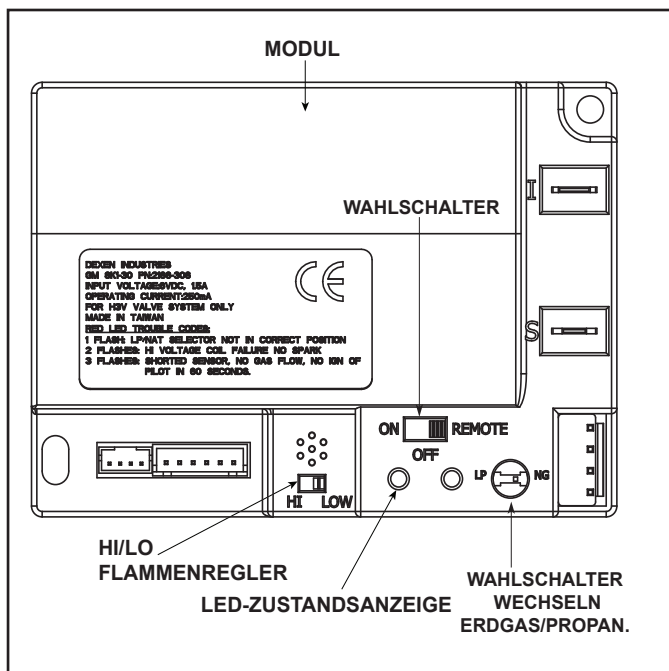

Abbildung 2.3 Steuermodul
1. Das Steuermodul hat einen Wählschalter für EIN/AUS/FERN (ON/OFF/REMOTE), der eingestellt werden muss. Siehe Abbildung 2.3.